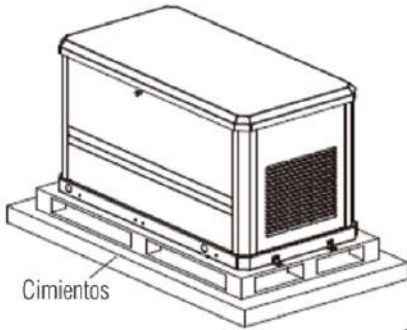

Figura 4-1
1. Transporte el grupo electrógeno junto con el pale hasta la base de instalación (Figura 4-1)